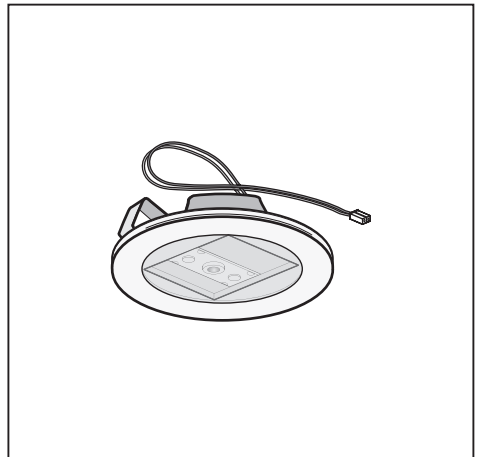

Fig.10
• Sostituzione delle lampade LED (Fig.10):